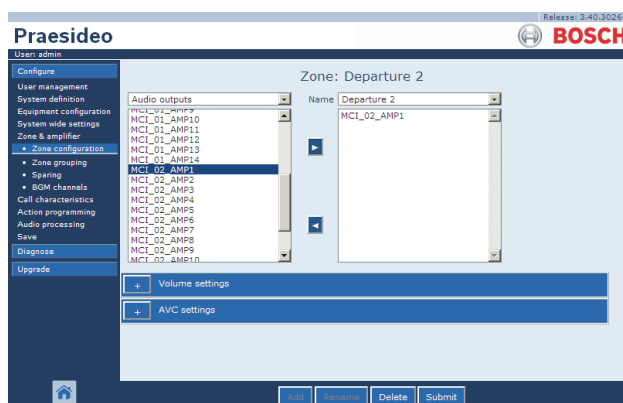

figure 46.5 : Ajout d'une zone, étape 5
- 5 Double-cliquez sur la sortie sélectionnée ou cliquez sur le bouton **>** pour ajouter la sortie à la zone (voir figure 46.5).